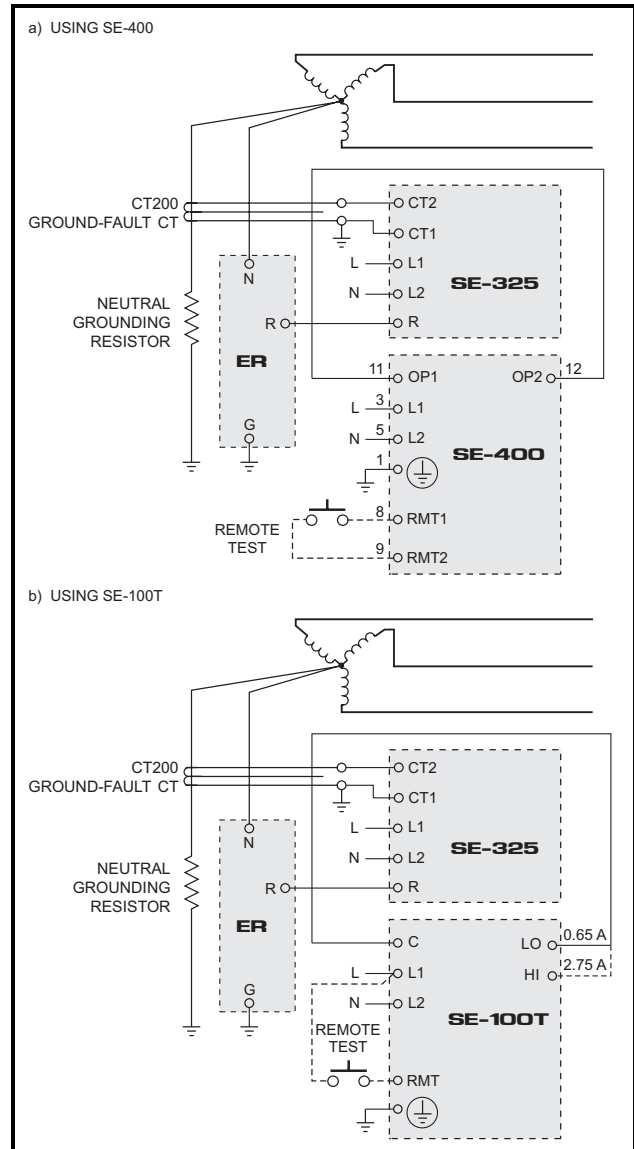

РИС. 12. Схемы тестирования защиты от короткого замыкания на землю
- д) Проверьте правильность реакции размыкающей цепь устройства в ответ на моделируемый или контролируемый ток КЗ на землю. Для моделирования тока короткого замыкания на землю воспользуйтесь инъекцией тока первичной обмотки СТ. На Рис. 12а изображена тестовая схема с применением Блока тестирования реле защиты от КЗ на землю Startco SE-400. SE-400 имеет программируемый выход 0,5 - 9,9 А в течение 0,1 - 9,9 с. Установите ток тестирования на 0,6, 2,3 или 4,6 А для устройств SE-325, отрегулированных на 0,5, 2,0 или 4,0 А, соответственно. На Рис. 12b изображена тестовая схема с применением Тестера реле защиты от КЗ на землю Startco SE-100T. SE-100T обеспечивает ток тестирования 0,65 или 2,75 А для тестирования 0,5- и 2,0-А уровней размыкания. Подавайте ток тестирования через проем трансформатора тока в течение не менее 2,5 секунд. Убедитесь в том, что тестируемая схема сработала правильно. Исправьте обнаруженные проблемы и повторите испытание, пока не будет получена требуемая реакция.